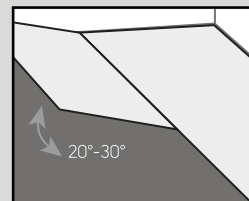

Fig. 3
4. Begin aan de tweede rij. Houd de plank in een hoek (van circa 30°) en klik de messingzijde in de groef van de eerste rij. Tik de plank/tegel stevig aan (Fig. 3).